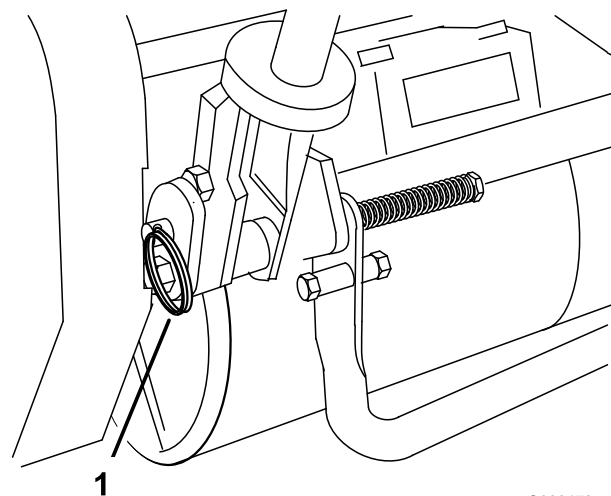

Figure 6
2. Soutenez le guidon et retirez les axes de chape de chaque côté pour relever ou abaisser le guidon à la hauteur voulue (Figure 6).
1. Retirez les goupilles fendues des axes de chape de chaque côté de la tondeuse (Figure 6).